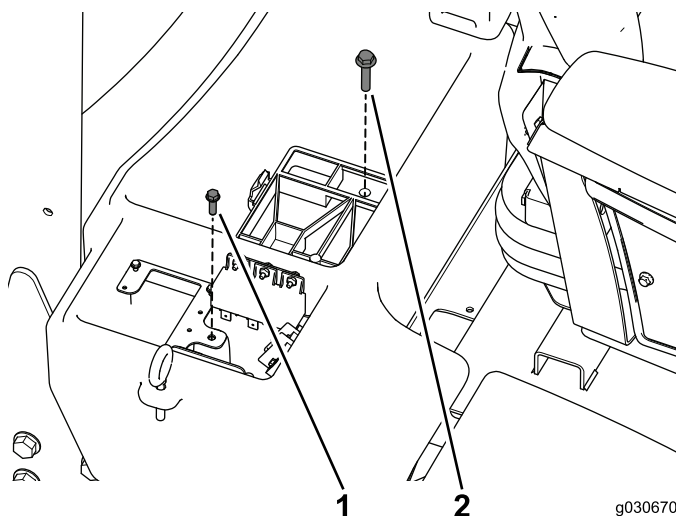

Figura 3
4. Retire y guarde el tornillo que sujeta la chapa del arnés de cables y el perno que sujeta el compartimento de la batería (Figura 3).